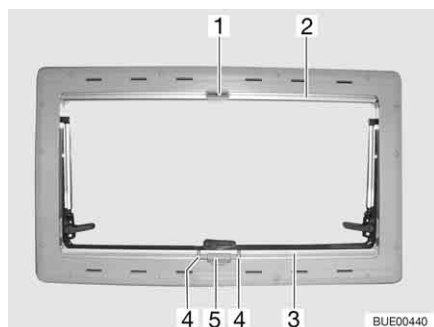

Fig. 64 Finestra apribile
- Serrare la maniglia (Fig. 64,4) e tirare l'oscurante a rullo (Fig. 64,3) dal basso verso l'alto fino all'altezza desiderata.
- Serrare la maniglia (Fig. 64,4). L'arresto si sblocca.
- Ricondere lentamente l'oscurante a rullo (Fig. 64,3) nella posizione iniziale.
- Tirare in basso la zanzariera a rullo (Fig. 64,2) fino a che non viene a contatto con l'oscurante a rullo (Fig. 64,3), e il gancio di chiusura (Fig. 64,1) non si innesta nel bloccaggio (Fig. 64,5).
- Allentare il gancio di chiusura (Fig. 64,1).